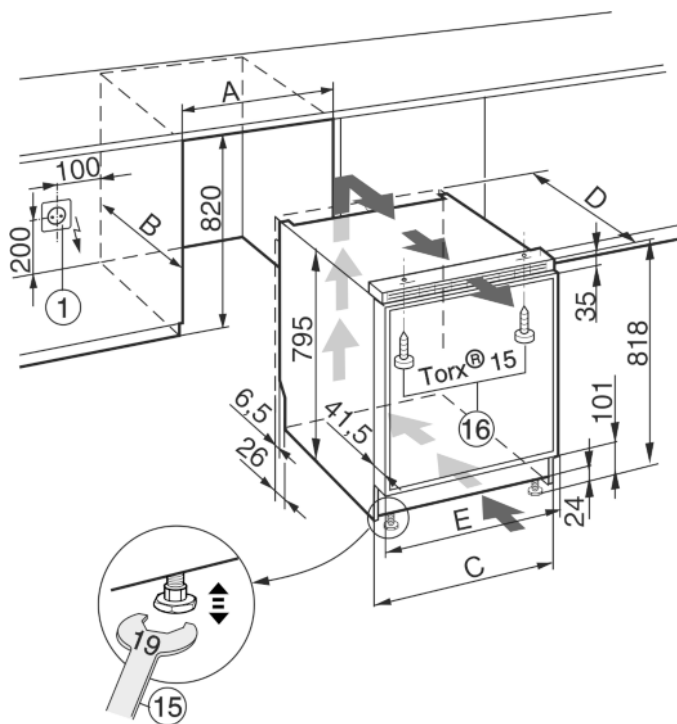

Fig. 12
- La presa Fig. 12 (1) deve essere situata vicino all'apparecchio ed essere facilmente accessibile.
- Livellare l'apparecchio agendo sui piedini di regolazione servendosi della chiave fissa Fig. 12 (15) fornita in dotazione.
- Fissare l'apparecchio con le viti Fig. 12 (16) superiori in dotazione al piano di lavoro e rispettivamente ai mobili della cucina.